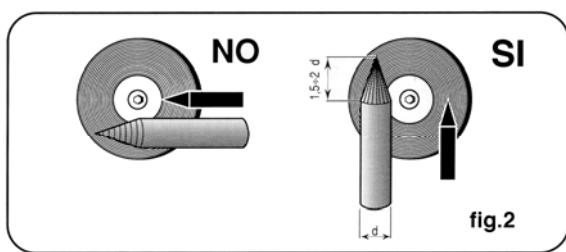

fig.2
E necessária uma particular atenção na preparação da ponta do eléctrodo, esmerilhá-la de modo que a presente estria vertical como é indicado na fig. 2.
- Esmerilhar a extremidade do eléctrodo de tungsténio de forma cónica para um comprimento de 1,5-2 vezes o diâmetro do eléctrodo (fig. 2).